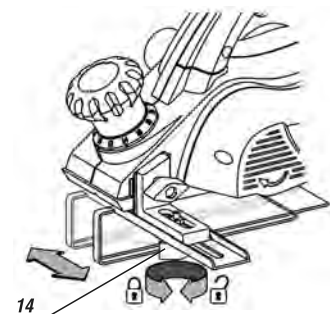

fig 2. - ajuste de largura da guia lateral
Para ajustar a largura do entalhe, solte o parafuso (14) e mova a guia lateral de acordo com a necessidade do trabalho a ser realizado, após ajustada a largura desejada prenda novamente o parafuso (14), conforme fig. 2.